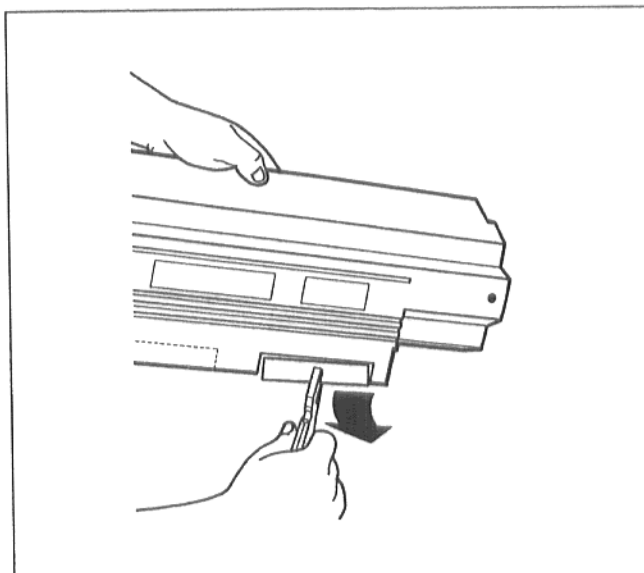

рис. 41
- Выломать предназначенные для удаления детали на задней стенке элемента для прохода кабеля (рис. 41).